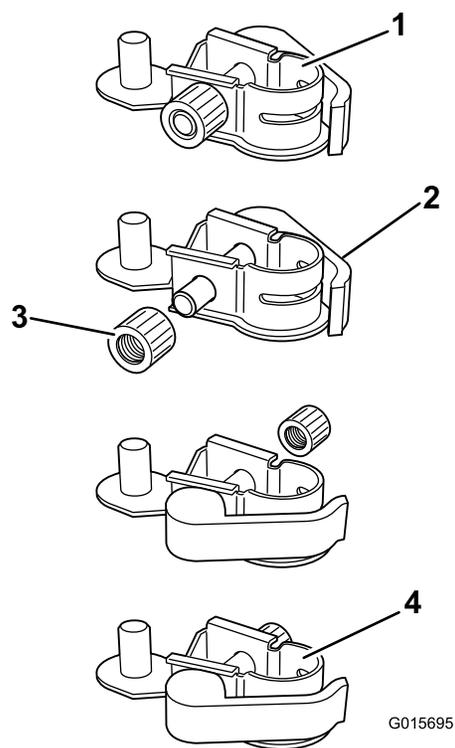

Figura 3
- Afloje y retire la contratuerca de uno de los conectores (Figura 3).
- Retire la palanca de apriete del conector y vuelva a introducirla en el conector desde el lado opuesto (Figura 3).
- Coloque la contratuerca que retiró anteriormente en el tornillo de la palanca de apriete y apriétela justo lo suficiente para retenerla en el tornillo (Figura 3).